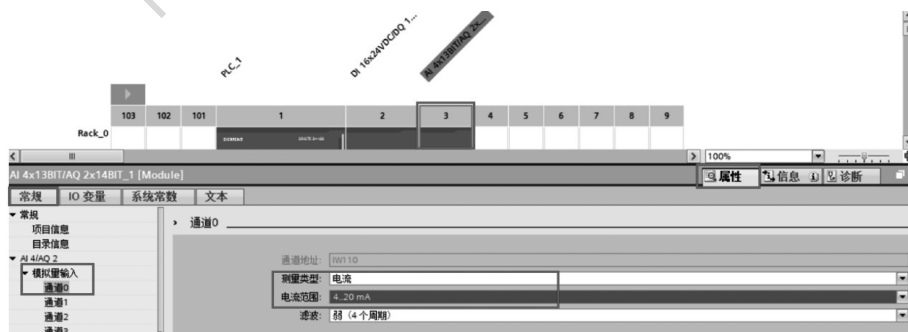

图 1-18 修改模拟量输入内容
(10) 选中模拟量扩展模块，拉起“属性”菜单，点击“属性”→“常规”→“模拟量输入”中的“通道 0”，如图 1-18 所示修改内容。